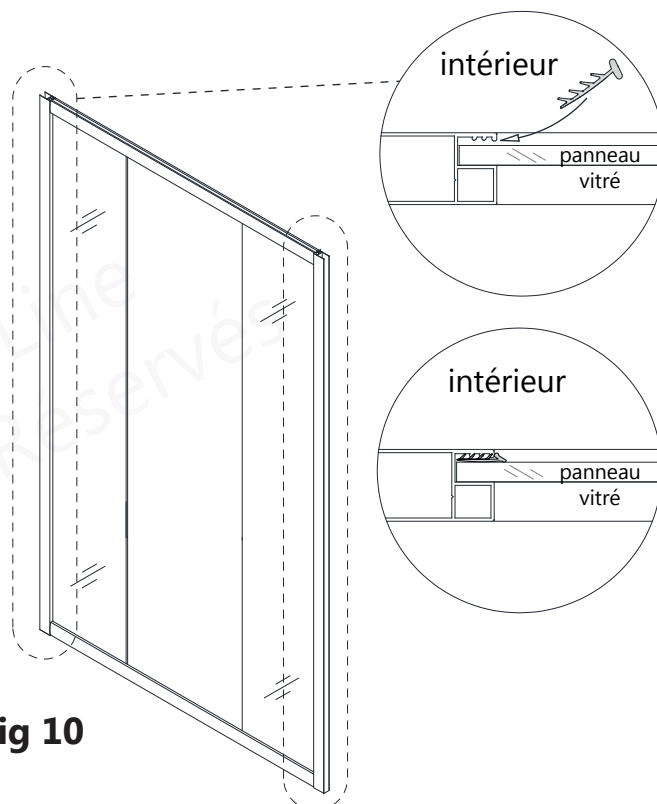

Fig 10
10. À partir de l'intérieur de la douche, installez la **Bande de Vinyle Latérale (N° 09)** entre le **Panneau Vitré (N° 05)** et les **Profils pour Vitre (N° 01)**. Commencez par le bas et n'étirez pas le vinyle. **(Fig 10)**